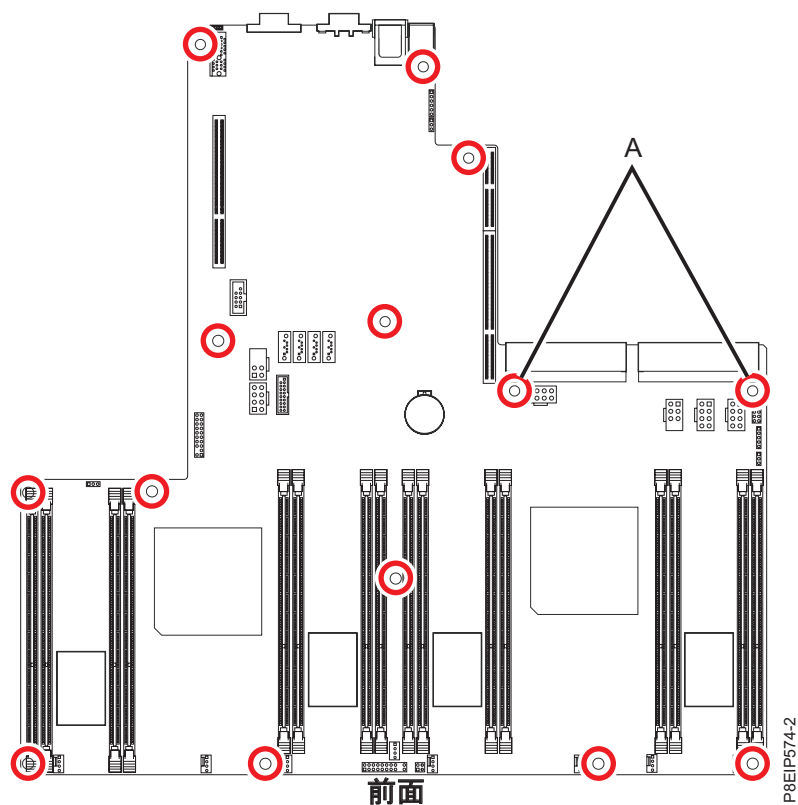

図 58. ねじの位置： (A) にある 2 本のねじは黒色で、少し長くなっています。
13. システム・バックプレーンに 14 本のねじを位置合わせして、締めます。ねじの位置は 56 ページの図 58 に示しています。